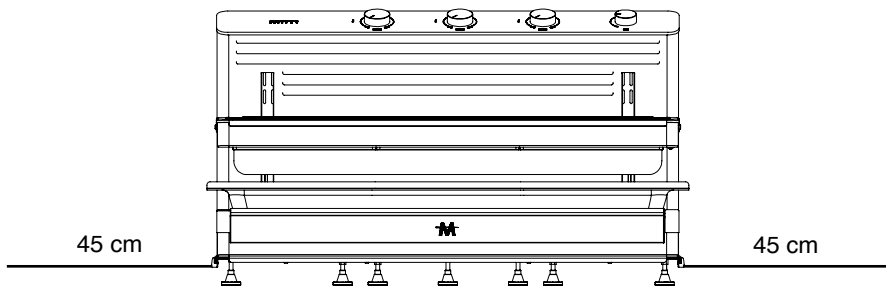

Abbildung 2
- Mindestens 45 cm beim Modell MiiTi 09 (Abbildung 2) eingehalten werden.